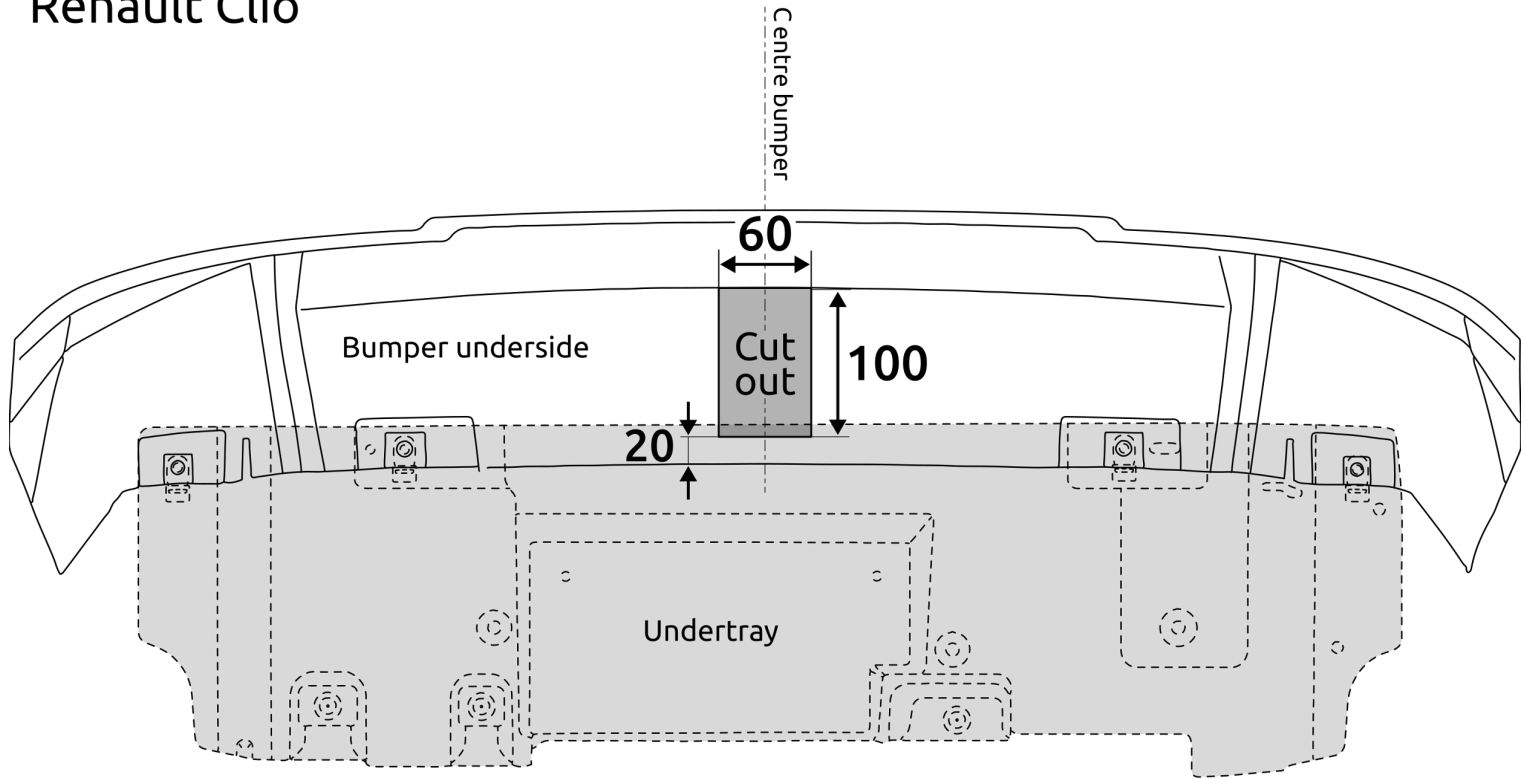

Fig. 3
9. Выпилить часть из бампера в середине снизу, как указано на рис. 3, 4.